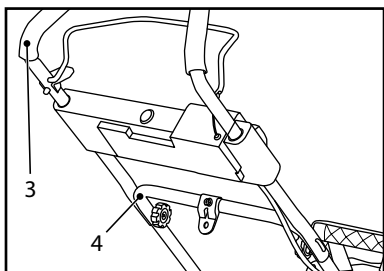
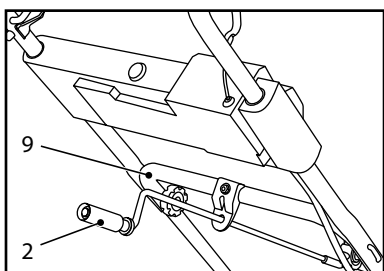

Рис. 5.
Рис. 8.
- Совместите отверстия нижней стойки (4) с отверстиями на верхней рукоятке (3). Установите скобу крепления (10) и закрепите гайкой (8) с двух сторон (рис. 5 и 6).
- Установите ручку (2) в держатель на нижней стойке (рис. 5, поз. 4), ручка должна быть расположена прямо, а ее захват обращен вверх (рис. 8).